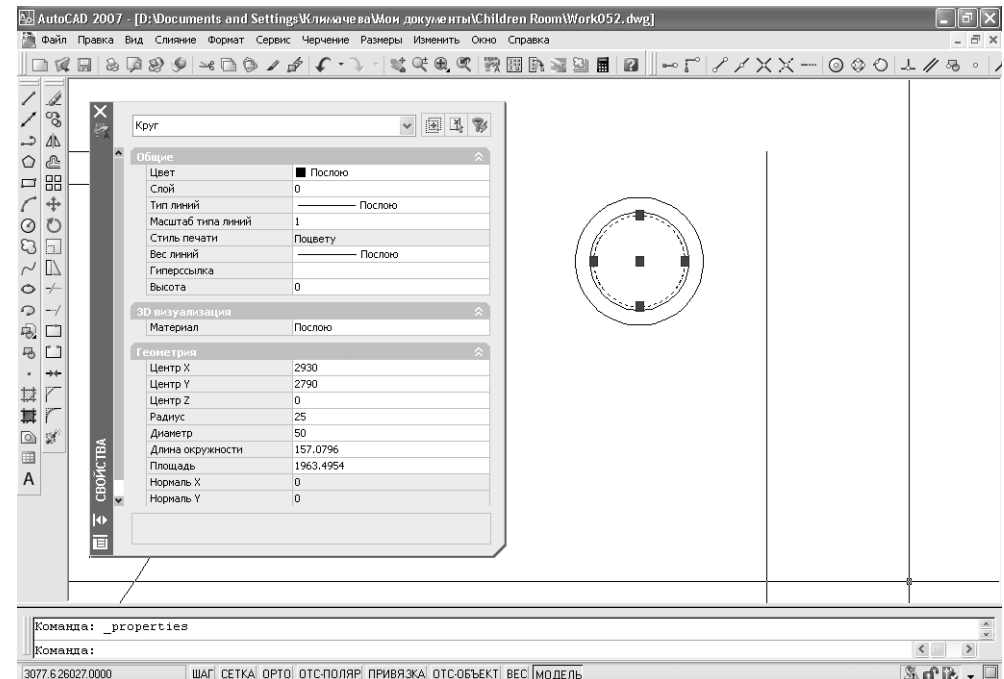

Рис. 5.40 ▼ Палитра **Свойства** (Properties) позволяет просмотреть и изменить свойства выделенного объекта
**Свойства** (Properties), которую можно перетащить за вертикальный заголовок в любое место экрана, как показано на рис. 5.40.
- Как видно из рис. 5.40, в верхней части палитры **Свойства** (Properties) имеется раскрывающийся список, в котором отображается тип выделенного объекта (в данном случае – **Круг** (Circle)). Найдите в разделе **Геометрия** (Geometry) палитры **Свойства** (Properties) элемент **Радиус** (Radius) и щелкните на его значении, а затем введите **30** (см. рис. 5.36) вместо текущего значения **25**.